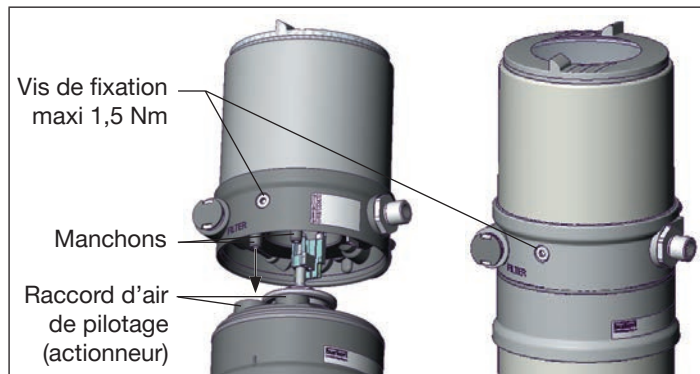

Fig. 13 : Monter l'unité de commande
2. que les manchons de l'unité de commande entrent dans les raccords d'air de l'actionneur (voir « Fig. 13 »).